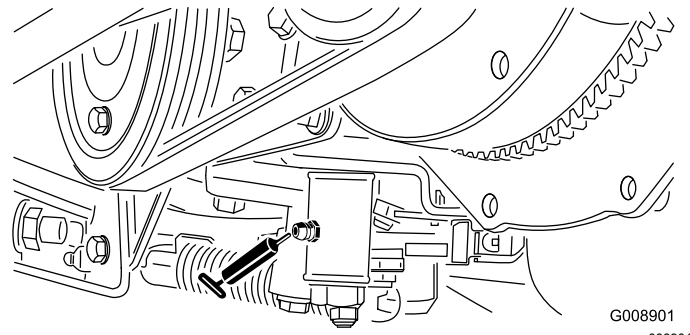

Figure 41
- Mécanisme de réglage du point mort (Figure 41)